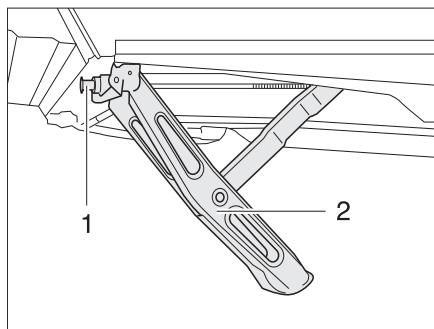

Fig. 17 Apoyo a manivela bajado girando la manivela
- Insertar la manivela en el hexágono (Fig. 17,1) de los apoyos a manivela (Fig. 17,2).